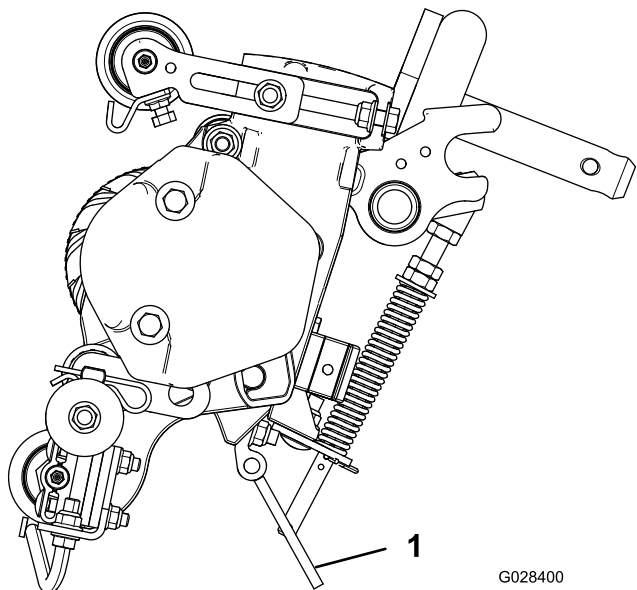

Figura 12
**Nota:** Quando è necessario capovolgere il verticutter per accedere alle lame, servitevi del cavalletto (fornito con il trattorino (Figura 12)).